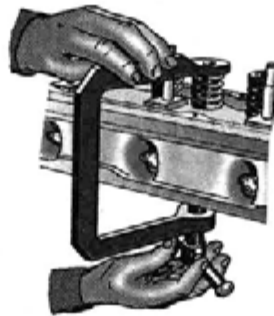

Рис. 4.1.49. Снятие клапанных пружин с помощью приспособления ЗМ 7814-5119
- с помощью приспособления ЗМ 7814-5119 (рис. 4.1.49) произвести демонтаж пружин клапанов. Чтобы тарелка пружин клапана сошла с сухарей, нужно после предварительной затяжки винта слегка ударить рукояткой молотка по тарелке скобы съемника. Вынуть клапаны;